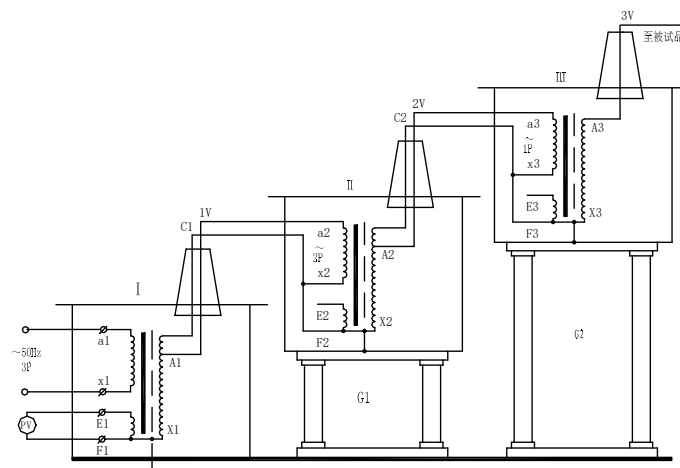

图 5：三台油浸式试验变压器串级接线原理图
3、三台油浸式试验变压器串级获得更高电压的结线原理见图 5。串级油浸式试验变压器有很大的优越性, 因为整个试验装置由几台单台油浸式试验变压器组成, 单台油浸式试验变压器容量小、电压低、重量轻, 便于运输和安装。它既然可串接成高出几倍的单台油浸式试验变压器输出电压组合使用, 又可分开成几套单台油浸式试验变压器单独使用。整套装置投资小, 经济实惠。图 5 中, 在第一级和第二级的每个单元油浸式试验变压器中都有一个励磁绕组 A1、C1 和 A2、C2。在串级试验变压器基本原理图中, 低压电源加在油浸式试验变压器 I 的初级绕组 a1x1 上, 单台试验变压器 I、II、III 的输出电压都是 V。励磁绕组 A1、C1 给第二级油浸式试验变压器 II 的初级绕组供电; 第二级油浸式试验变压器 II 的励磁绕组 A2、C2 给第三级油浸